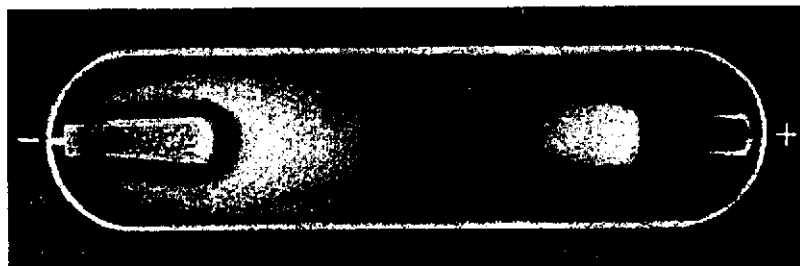

Fig. 36. — Aspect du tube témoin pour une pression de 0,5 mm. de mercure.
c) La lumière positive est toute réduite, blanche. La lueur négative est devenue rose, floue aux bords et, comme la précédente, séparée de la cathode par un espace obscur, cependant que l'autre espace occupe le milieu de l'ampoule. Au contact même de la cathode, le petit bombardement continue, plus visible et plus étendu (fig. 36).